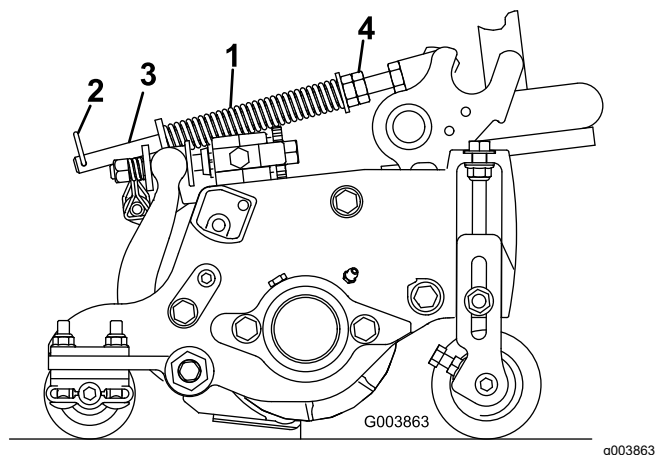

Рисунок 21
Пружина компенсации состояния грунта (Рисунок 21) переносит вес с переднего на задний валик. Это препятствует образованию на грунте волнообразных неровностей (так называемых «волн» или «трясок»).
1. Убедитесь, что игольчатый шплинт вставлен в заднее отверстие штока пружины (Рисунок 21).
сжатой пружины была равна 15,9 см; см. Рисунок 21.